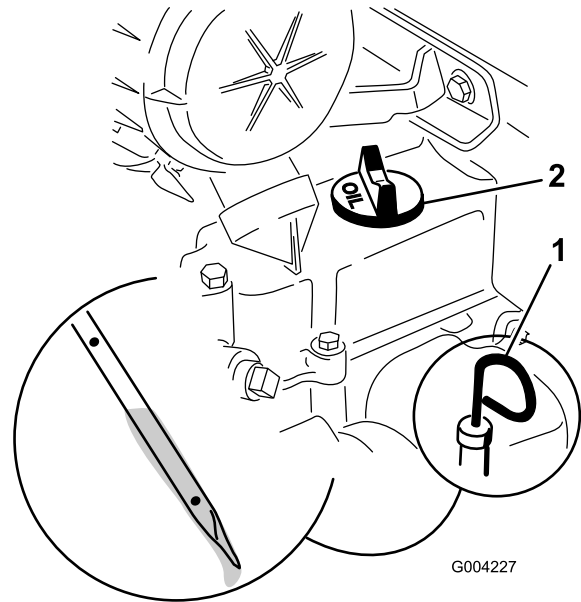

図 32
4. ディップスティック取り付け部の周辺をきれいにぬぐう 図 32。
5. ディップスティックを抜き、先端の金属部分 図 32 をウェスできれいに拭く。
6. ディップスティックを補給管の中にしっかりと差し込む 図 32。
8. 油量が少なければ下穴よりも下、オイル補給口のキャップの周囲をきれいに拭いてキャップを外す 図 32。
6. オイル補給口のキャップ(図 32)を取り、所要量の約 80% のオイルを、バルブカバーから入れる。
9. オイル補給口のキャップ(図 32)を取り、所要量の約 80% のオイルを、バルブカバーから入れる。